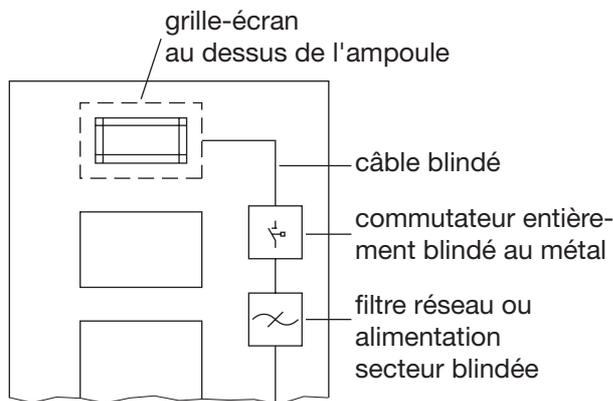

Fig. 7: Mesures antiparasitage pour les tubes fluorescents dans l'armoire de commande
- ▶ Eclairage de l'armoire de commande Pour l'éclairage de l'armoire de commande, utiliser des ampoules à incandescence comme celles de la marque LINESTRA par exemple. Éviter l'utilisation de tubes fluorescents car ceux-ci génèrent des champs parasites. Le cas échéant, procéder à un montage conforme à la fig. 7.